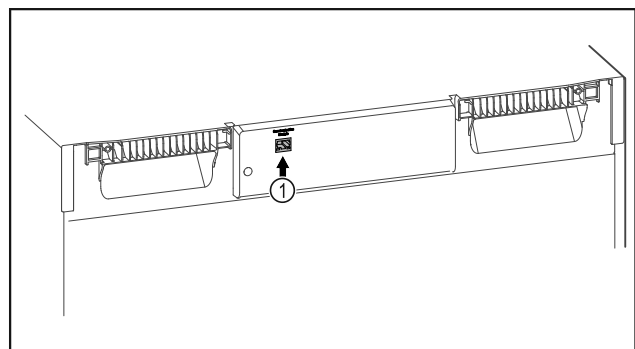

Fig. 85
- ❑ SmartModule Fig. 85 (1) este instalat.